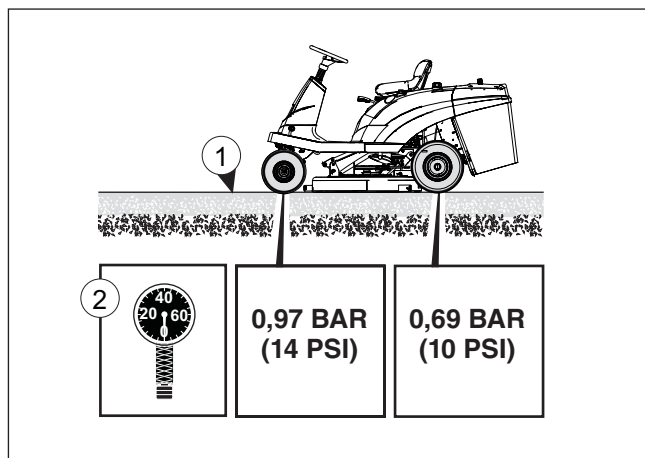
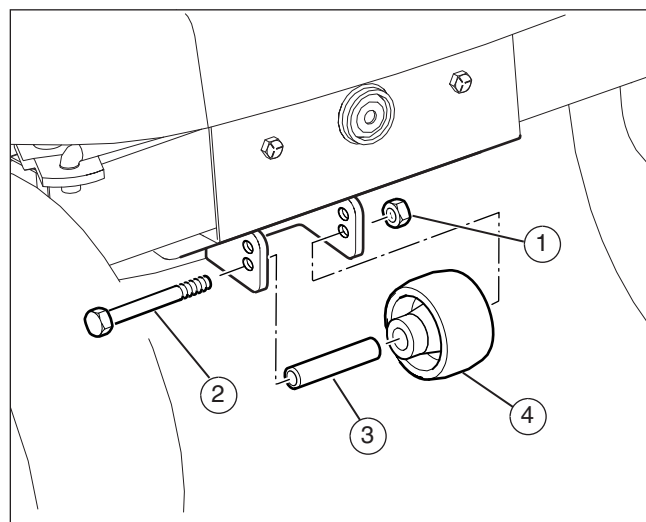
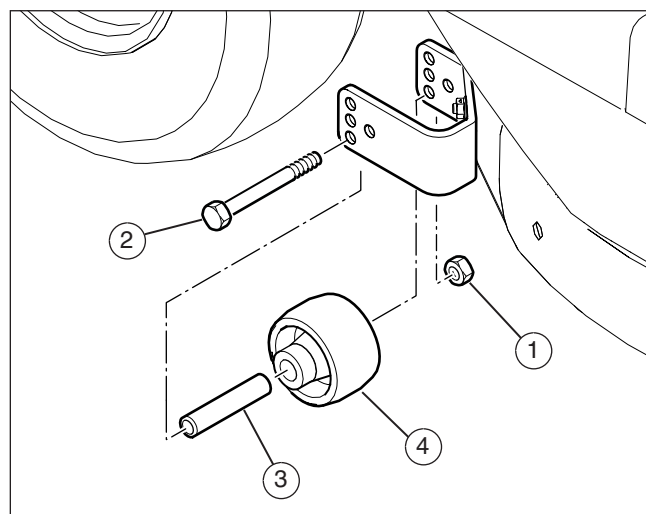

Figure 24
Figure 25
Figure 26
1. S'assurer que l'unité se trouve sur une surface plane dure (1) (voir la Figure 24).
2. Contrôler la pression d'air dans les pneus (2). Si la pression d'air est incorrecte, le plateau de coupe de la tondeuse ne coupera pas de niveau. S'assurer que les pneus sont gonflés comme suit : pneus avant 0,97 BAR (14 PSI), pneus arrière 0,69 BAR (10 PSI).
3. Retirer la roue de jauge de l'avant du plateau de coupe (Figure 25) et les deux roues de jauge de l'arrière du plateau de coupe de la tondeuse (Figure 26).
12. Remonter les roues de jauge sur les supports du plateau de coupe de la tondeuse (voir les **Figures 25 et 26**).
1. Retirer l'écrou (1), le boulon (2), le manchon (3) et la roue de jauge (4) du support (voir les **Figures 25 et 26**).